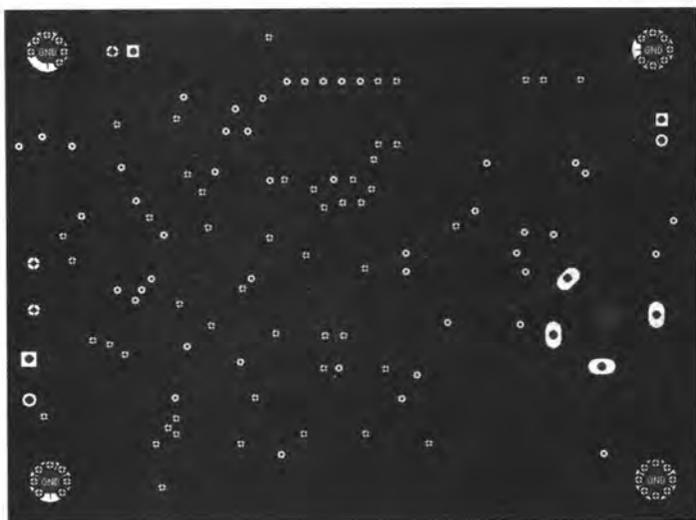

图 9-116 单层显示内电层【Internal Plane 1】
- [1] 单击板层标签中的内电层标签【Internal Plane 1】，切换为当前的工作层并单层显示，如图 9-116 所示。